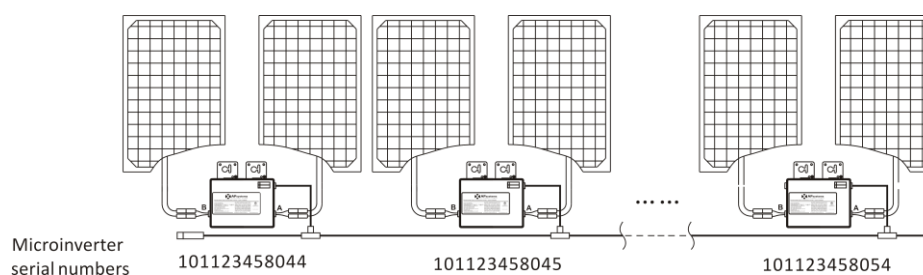

Figura 23
- Cada Microinversor APsystems vem com duas etiquetas de número de série removíveis. Retire as etiquetas e cole uma delas na respectiva localização, no mapa de instalação A/B, no rótulo abaixo (Figura 24) de acordo com o layout do telhado (Figura 23). Em seguida, cole a outra etiqueta no quadro do módulo fotovoltaico, de forma que possa ser vista facilmente. Os cartões de garantia podem ser obtidos no apêndice deste manual ou no site da APsystems: www.APsystems.com